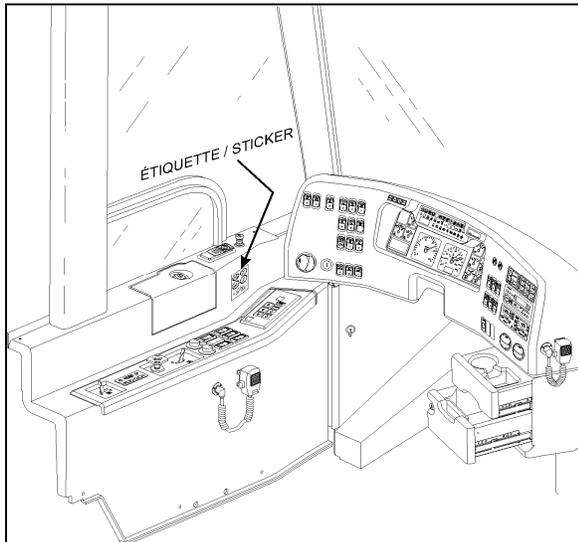

FIGURE 1 : AUTOCARS H3
2. Apposer l'étiquette (572148) à la gauche du sélecteur de vitesse comme indiqué aux figures 1 et 2.